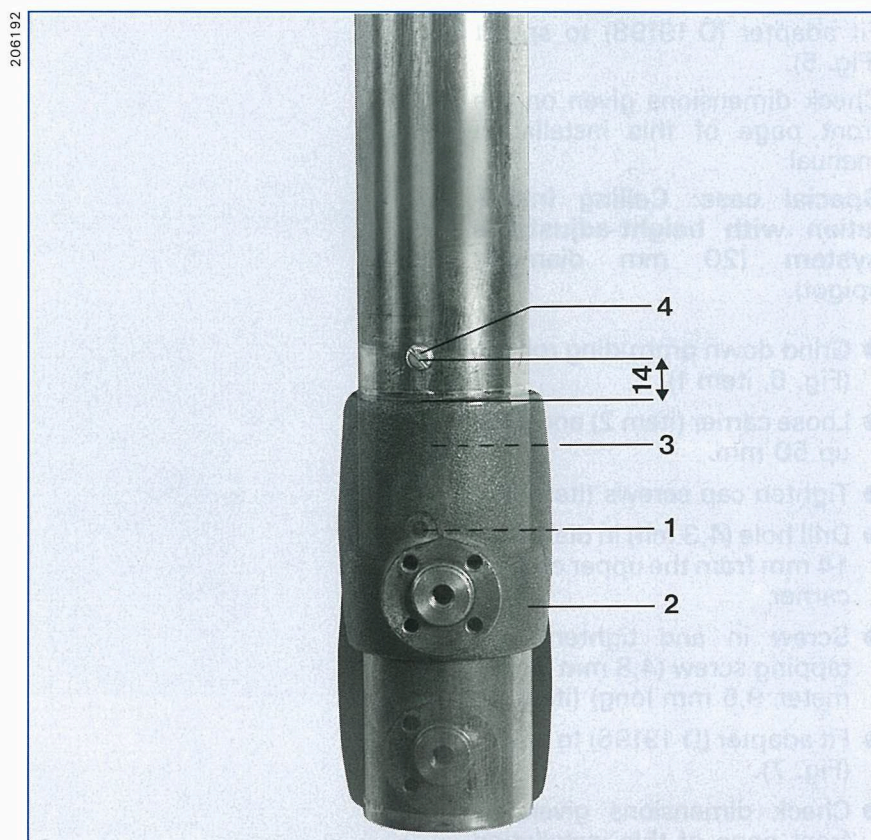
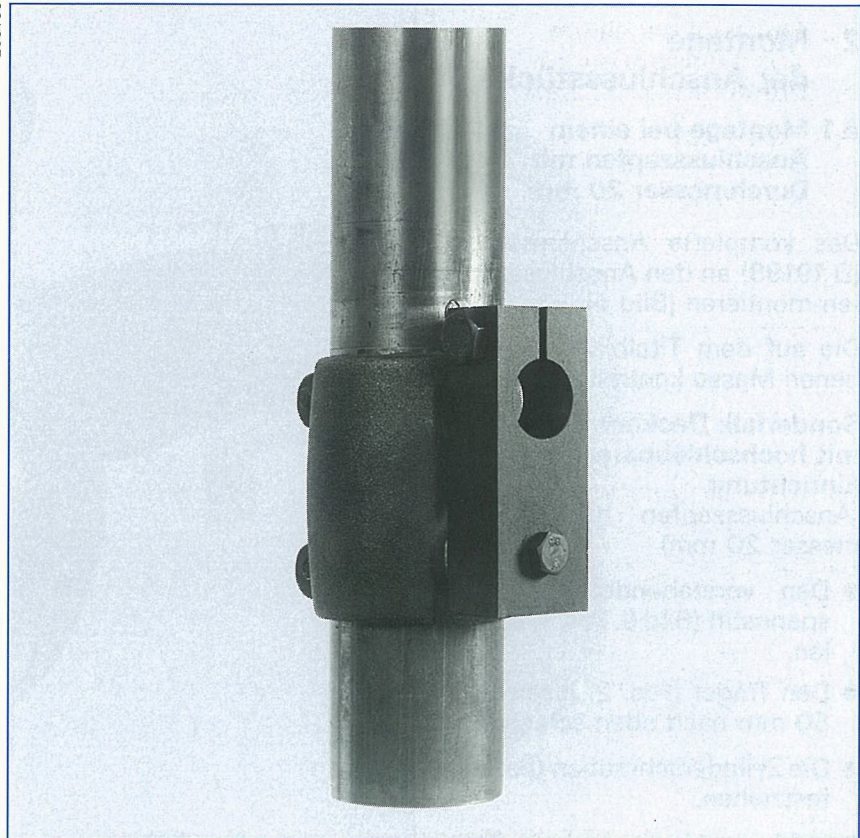

Bild 6 / Figure 6
Bild 7 / Figure 7
- Den vorstehenden Schwerstift (Bild 6, Pos. 1) abfeilen.
- Das komplette Anschlussstück (D 19196) an den Anschlusszapfen montieren (Bild 7).
- *Limer la goupille élastique qui dépasse (figure 6, pos. 1).*
- *Desserrer les vis (pos. 3) du support (pos. 2) et le faire glisser de 50 mm vers le haut.*
- *Serrer les vis (pos. 3) du support (pos. 2).*
- *Percer un trou (diamètre 4,3 mm) à une distance de 14 mm du bord supérieur du support (pos. 2).*
- *Visser par autotaraudage une vis à tôle (diamètre 4,8x9,5 mm, pos. 4).*
- *Fixer la pièce de raccordement entière (D 19196) sur le tourillon de raccordement (figure 7).*
- Grind down protruding roll pin (Fig. 6, item 1).
- Loose carrier (item 2) and slide up 50 mm.
- Tighten cap screws (item 3).
- Screw in and tighten self-tapping screw (4,8 mm in diameter, 9,5 mm long) (item 4).
- Fit adapter (D 19196) to spigot (Fig. 7).